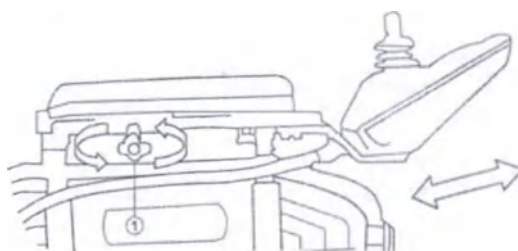

Рис.1.1
5.1.4 Установить пульт управления (Рис.1.1) на консоль в удобное для пользователя положение и закрепить барашком. Консоль имеет возможность регулирования в продольном и поперечном направлениях.